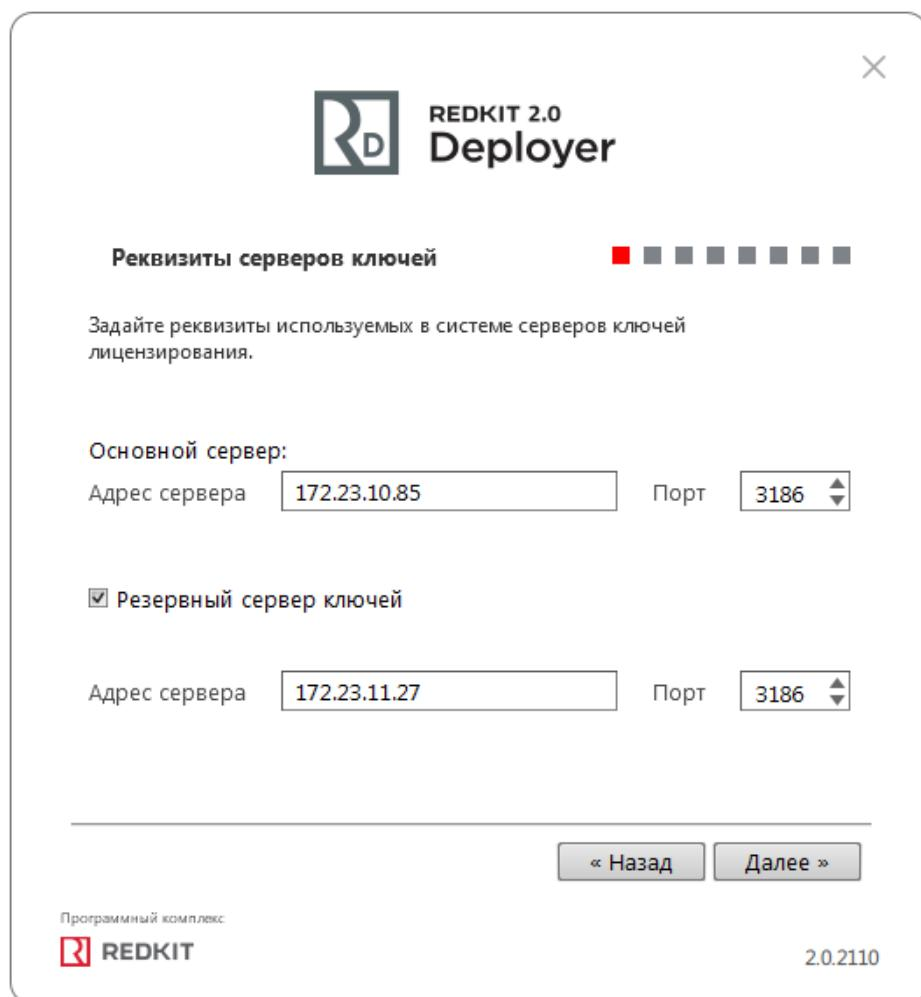

Рисунок 17 - Реквизиты серверов ключей
3. Укажите реквизиты основного и резервного серверов ключей. Порт оставьте по умолчанию. Нажмите "Далее" (Рисунок 17).